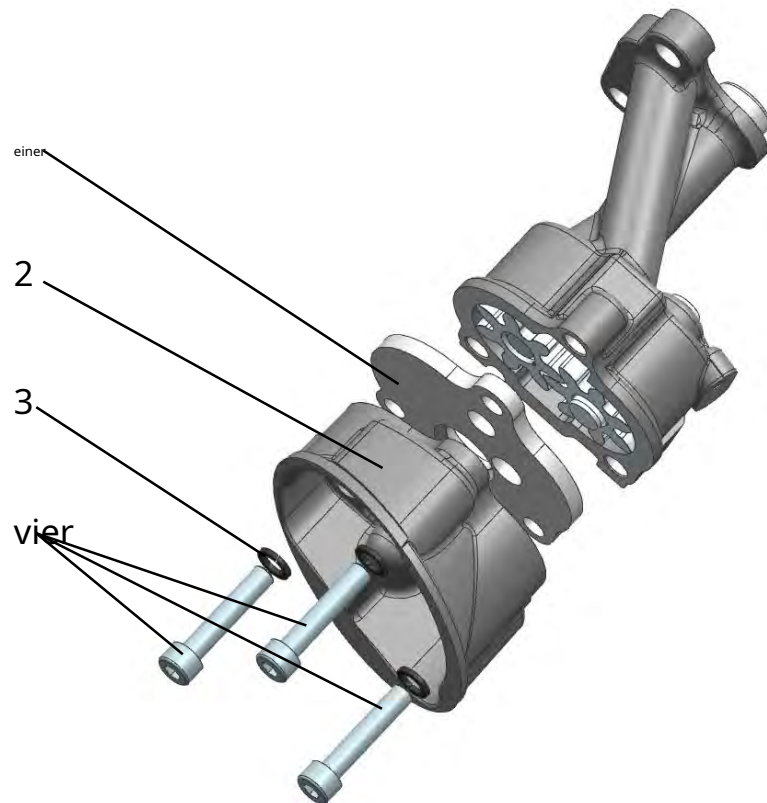

Abb. 101. Ansaugrohr mit Ölpumpenleitblech ausbauen:
- die drei Schrauben abschrauben, den Einlass und das Leitblech entfernen (Abb. 101);